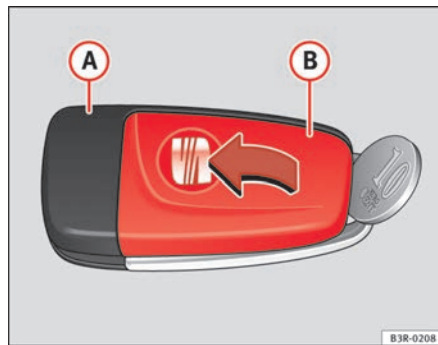

Fig. 68 Llave principal:
- Separe **con cuidado**, haciendo palanca con una moneda, la parte de la llave ⇒ fig. 68 **A** y la tapa **B**.